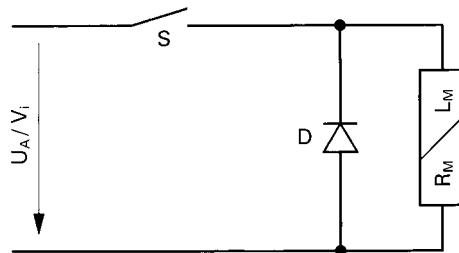

Fig. 13
10.2.3 Freilaufdiode (Fig. 13)
10.2.3 Recovery diode (Fig. 13)